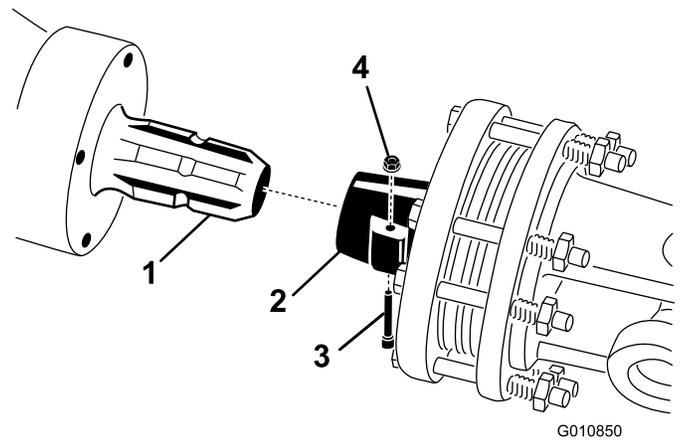

図 20
- PTO シャフトからピンとナットを外す (図 20)。
- いま取り外したピンとナットを使って、PTO シャフトのクラッチ側の端部を、エアレータのギアボックスの入力シャフトに接続する (図 20)。ピンは一方向にしか差し込めない構造である。